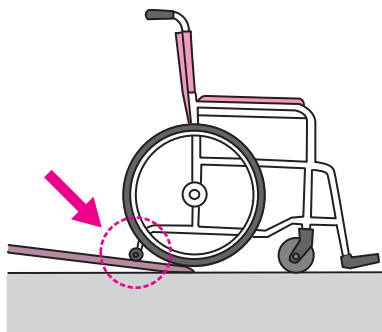

図 8-4 スロープ下段側での補助輪との干渉
- 車いすに転倒防止輪がついている場合、昇降の際に下段側でスロープ面や地面に補助輪が干渉することがあります。その際には、転倒防止輪の高さを調整するか、スロープ利用の都度転倒防止機能を解除することが必要です。(図 8-4)